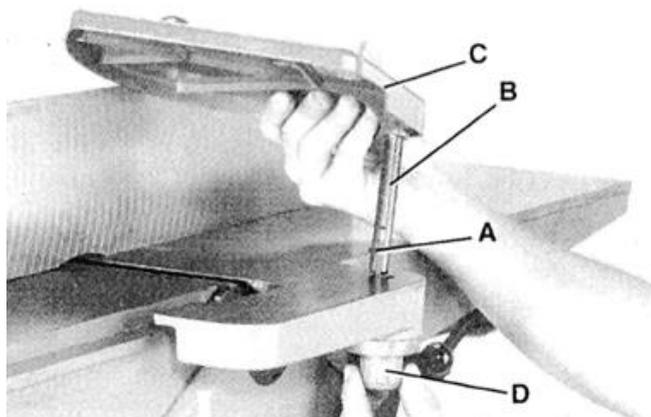

Рис. 21
Установите ограждение режущей головки (C) – Рис. 21 на станок, вставив стойку (B) в отверстие загрузочного стола. ПРИМЕЧАНИЕ: в рукоятке (D) установлена пружина, которая возвращает ограждение (C) в положение над режущей головкой после обработки. Поверните рукоятку (D), чтобы натянуть пружину до вставки стойки (B). Убедитесь, что пружина встала в отверстие стойки. Если натяжение пружины слишком высокое или низкое, отрегулируйте его, сняв ограждение и используя рукоятку (D).